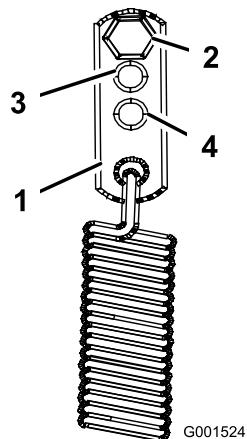

Figure 39
3. Pour des conditions d'utilisation plus difficiles, déplacez les ancrages de ressort aux positions service moyen ou lourd (Figure 39). Les ancrages de ressort sont fixés au coin arrière supérieur des protections de la transmission hydraulique sur les côtés gauche et droit de la machine.